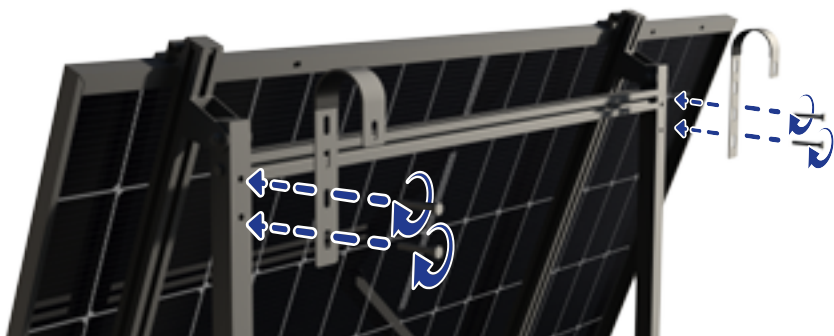

Fig. 16
17. Posizionare i ganci in modo parallelo al profilato portante del treppiede in corrispondenza dei fori (↗ Fig. 16).
18. Avvitare due bulloni M8×50 per gancio al tubolare del treppiede (↗ Fig. 16).